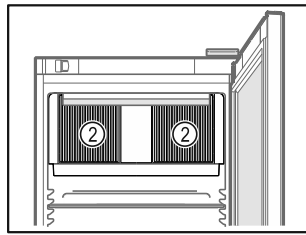

Fig. 62
- ❑ Διατηρείτε ελεύθερες τις σχισμές αερισμού Fig. 62 (2) του ανεμιστήρα στο εσωτερικό.